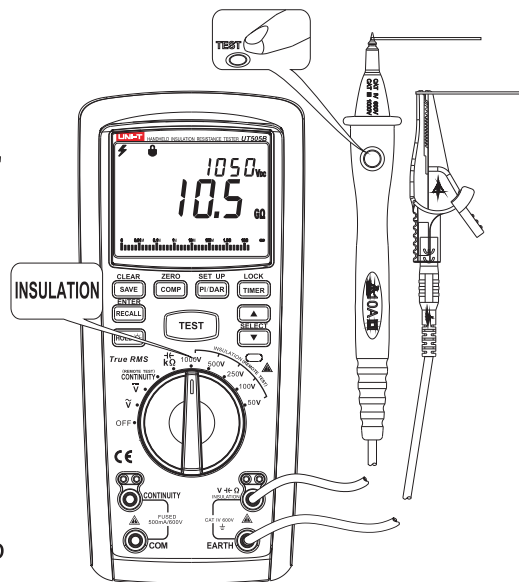

图9
5、绝缘电阻测量(见图9)
- ①将红色表笔插入“V”插孔(红色孔)，黑色表笔插入“EARTH”插孔(黑色孔)
- ②将转盘开关旋转至INSUATION(绝缘电阻区)，然后选择您需要的测试电压。将表笔并联到待测电路中。
- ③按下仪表上的“TEST”按键或遥控表笔上的“TEST”按键，然后从显示屏主显示区读出当前电阻值，在副显示区可以看到测试电压或电流值(按“▼/SELECT”选择)，同时，屏幕会闪烁显示高压警示符号“⚡”。
- ④按下“TEST”按键，高压输出时LCD屏幕会闪烁显示高压警示符号“⚡”，另外壳体的警告符号旁的红色报警灯开启。
- ⑤在测量过程中如果想保存测量值只需按下“SAVE”按键即可保存。
6、极化指数或绝缘吸收比(见图9)